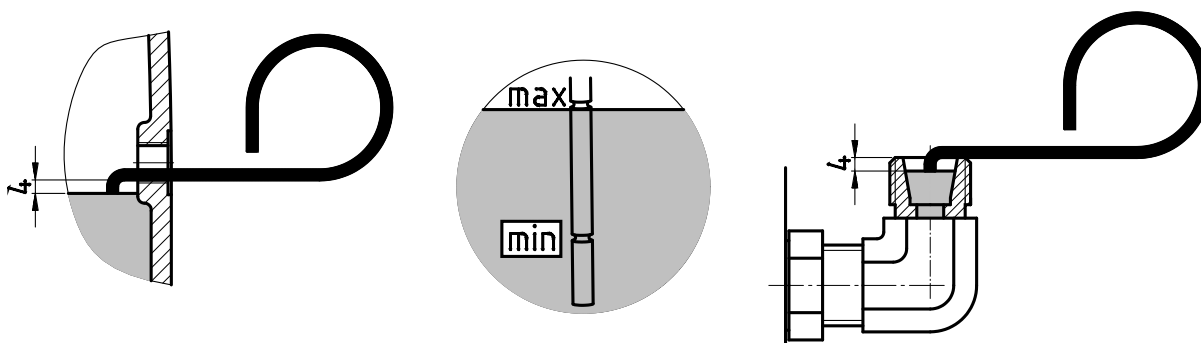

Рисунок 27: Проверка уровня масла с помощью масломерного щупа
1. Стандартный цилиндрический редуктор в конструктивном исполнении M4 (V1 и V5) снабжен угловой трубкой для проверки уровня масла, см. Рисунок 27 (справа), которая должна быть направлена вертикально вверх. Перед проверкой уровня масла необходимо выкрутить клапан для сброса давления.
3. Проверить уровень масла в редукторе с помощью прилагаемого масломерного щупа (деталь № 283 0050), см. Рисунок 27 (слева и справа). Погружаемую в масло часть масломерного щупа следует при этом держать вертикально.
Уровень масла в маслоизмерительном бачке проверяется с помощью резьбовой пробки с масломерным щупом (резьба G1¼). Уровень масла должен находиться между нижней и верхней отметкой полностью вкрученного измерительного щупа, см. Рисунок 27 (посередине). Разрешается эксплуатировать указанные редукторы в исполнениях, перечисленных в разделе 7.1 "Конструктивные исполнения и монтажные положения".